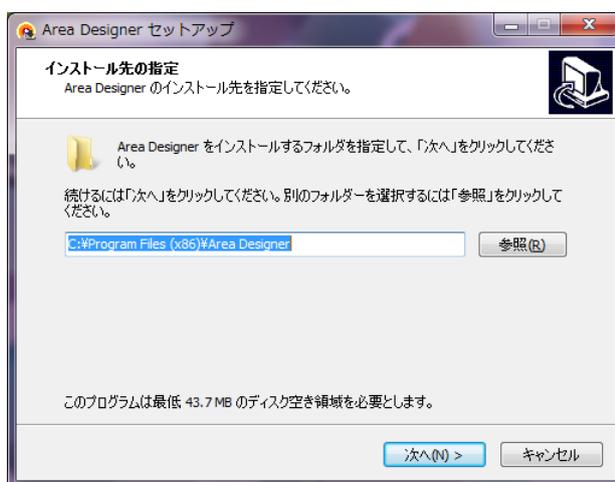

図 2-2 インストール先の指定画面
4. 図 2-2 の「次へ」をクリックすると、「Area Designer」のコンポーネントの選択を行います。特に指定が無ければ、「次へ」をクリックしてください。